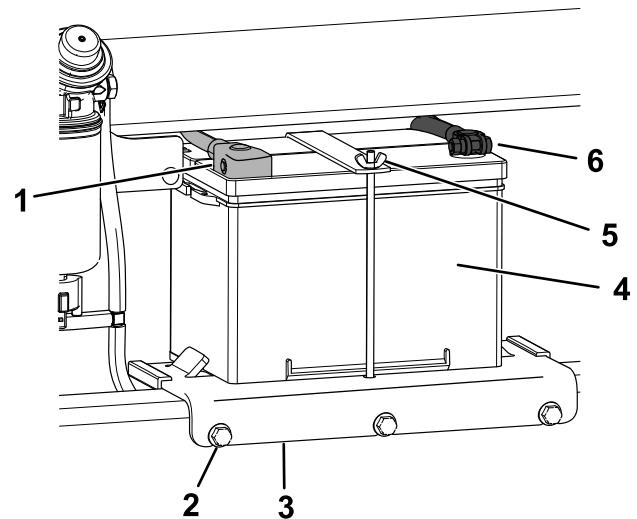

Figura 60
4. Desconecte el cable negativo de tierra (negro) del borne de la batería (Figura 60). Guarde las fijaciones.
- Desconecte el cable positivo (rojo) del borne de la batería (Figura 60). Guarde las fijaciones.
- Afloje los 3 pernos que sujetan la bandeja de la batería y retire la bandeja con la batería (Figura 60).
- Coloque la batería en la bandeja de la batería y sujétela con la tuerca de orejeta y la varilla (Figura 60).
- Instale la bandeja de la batería en la máquina y sujétela con los 3 pernos (Figura 60). Apriete los pernos a 41 N·m (30 pies-libra).
- Usando las fijaciones que retiró anteriormente, conecte el cable positivo (rojo) al borne positivo (+) de la batería (Figura 60).
- Usando las fijaciones que retiró anteriormente, conecte el cable negativo (negro) al borne negativo (-) de la batería (Figura 60).